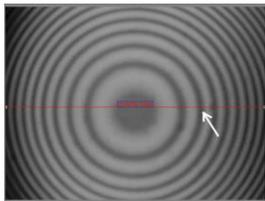
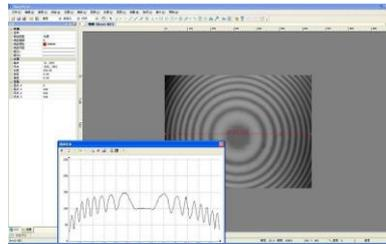

图 4 牛顿环图上画水平线段
图 5 光强变化图
4. 在菜单中选取测量→线段→水平线段，然后在牛顿环图上画一水平线段，双击确认，如图 4。注意水平线段可上下移动（鼠标点在线段上），不一定过圆心，以显示的环数多为准。水平线段也可以删除重画（按“Delete”键）。在菜单中选取处理-剖面线。就会得到牛顿环各条纹光强变化图，如图 5。根据剖面线，上下调节镜筒（调焦），使牛顿环清晰。左右略微移动一下钠光光源，使光照均匀。左右略微移动镜筒（转鼓轮），使牛顿环两
边环数相同。如图 5，再点击菜单栏中“捕获”，选择“捕获图像”保存图片，以做